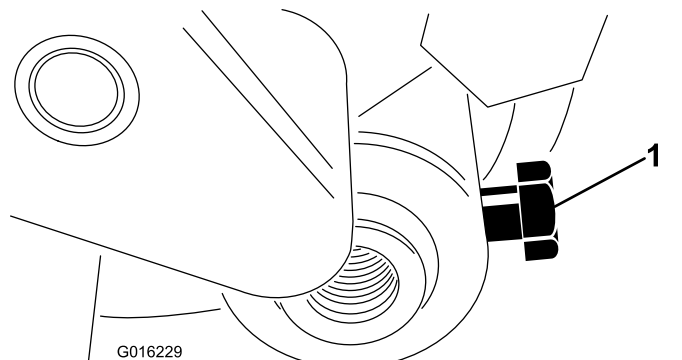

图14
30. 将滚筒轴插入右调整臂、用螺栓宽松地固定图14。
38. 将滚筒放在调整臂中间、拧紧安装螺栓图14。